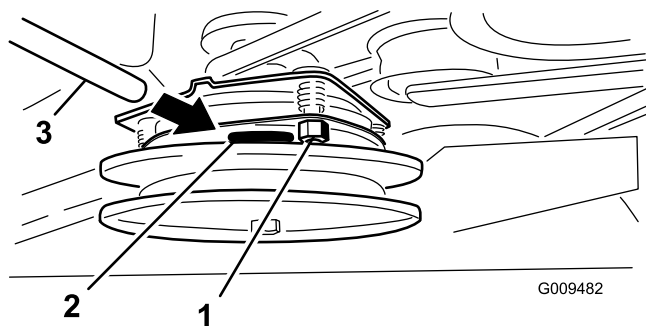

Figura 61
2. Se for necessário ajuste, defina a 0,381 mm para cada uma das três posições da ranhura de ajuste. Aperte as porcas de freio até que o calibrador prenda ligeiramente, mas possa ser deslocado facilmente na folga (Figura 61).